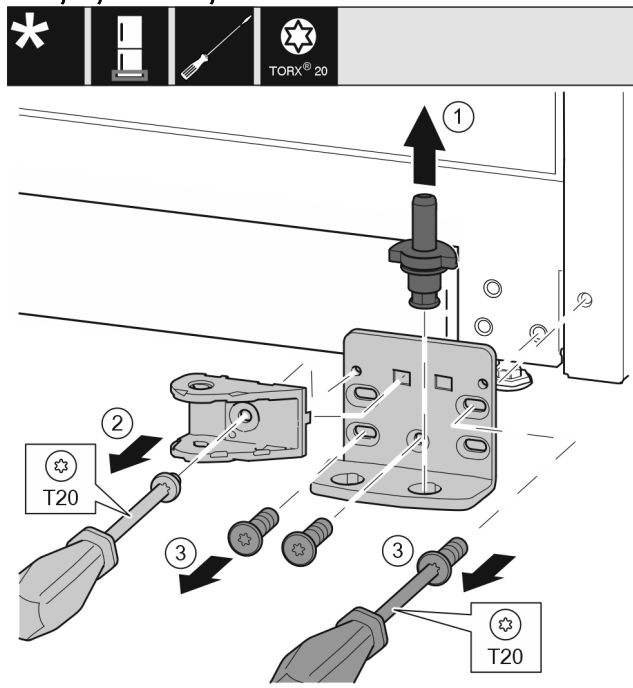

Fig. 34 *
- ▶ Τραβήξτε έξω ολόκληρο τον πείρο προς τα επάνω. Fig. 34 (1)*
- ▶ Ξεβιδώστε τη βίδα με κατασβίδι T20 και αφαιρέστε τη σύνδεση του αποσβεστήρα κλεισίματος. Fig. 34 (2)
- ▶ Ξεβιδώστε τις βίδες με κατασβίδι T20 και αφαιρέστε το στήριγμα. Fig. 34 (3)*